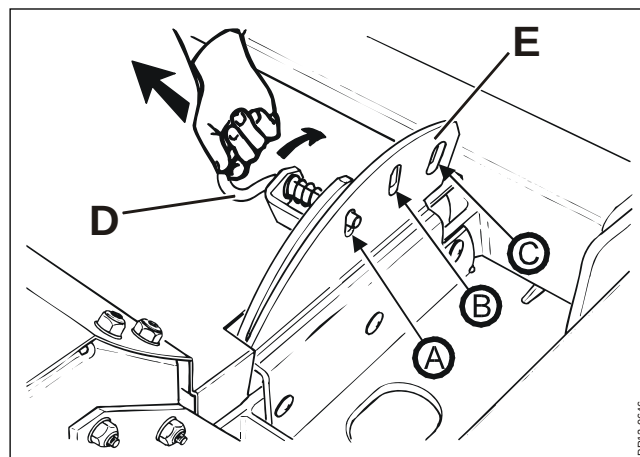

Fig. 3-23
Fig. 3-23 Systemet betjenes med håndtaget **D**, som kan placeres i 3 positioner på konsollen **E**. Crimperpladens afstand til rotoren ændres ved at flytte håndtaget **D** til et af de andre huller i konsollen **E**. Placeres håndtaget i pos.(A), er afstanden mellem crimperpladen og crimperfingrene lille, i pos. (B) er afstanden middel og i pos. (C) er afstanden stor.